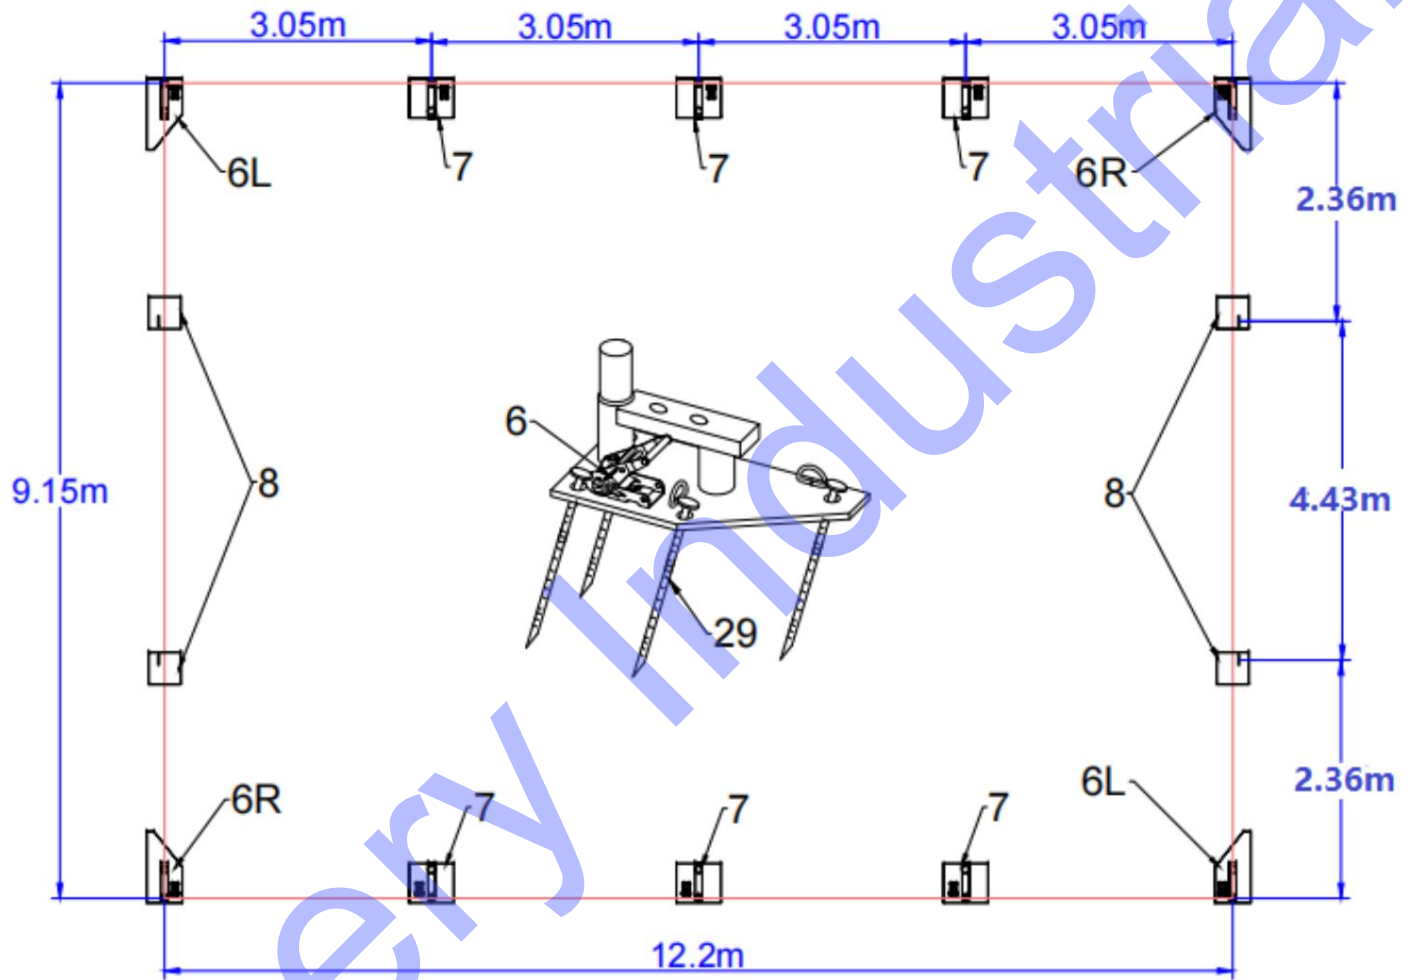

Figure 2 : Placement des fondations
Veuillez vous référer au schéma (Figure 2) pour placer les plaques de base :
2. Comme le montre la figure 2, chaque plaque de base est équipée de 4 vis extensibles.